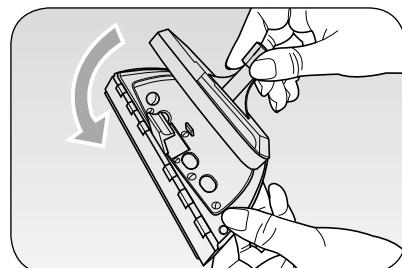

Fig. 6
Na szczotce do tkanin (11) można zamontować szczotkę do szyb. Aby zmontować oba elementy, wsunąć językki, znajdujące się u podstawy szczotki do tkanin do zaczepów znajdujących się u podstawy szczotki do szyb. Szczotka do szyb pozwala uzyskać lśniące szyby, lustra i inne gładkie powierzchnie. Jest łatwa do użycia, również do czyszczenia kabin prysznicowych. Usuwa wszelkie ślady kamienia (Rys. 6).